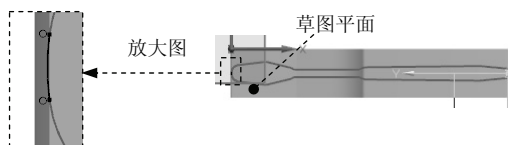

图 6.2.7 草图 3
Step7. 创建图 6.2.7 所示的草图 3。选择下拉菜单 **插入(S)** → **在任务环境中绘制草图(U)...** 命令；选取图 6.2.7 所示的平面为草图平面；进入草图环境，绘制草图。绘制完成后单击 **完成草图** 按钮，完成草图 3 的创建。